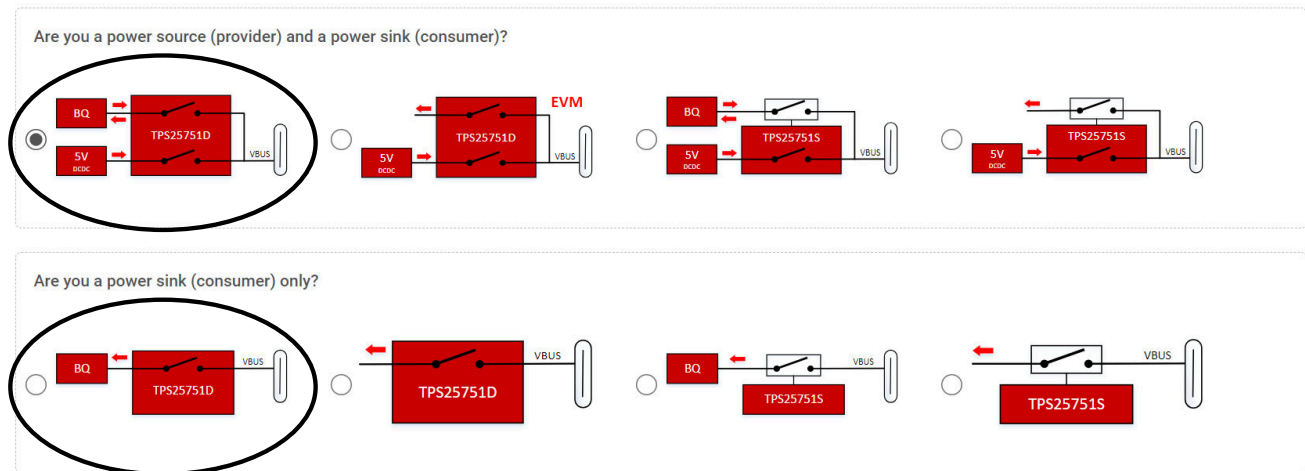

図 4-5. TPS25751D + BQ の構成
1. アプリケーション カスタマイズ ツールを開き、図 4-5 に示す TPS25751D + BQ 構成のいずれかを選択します。